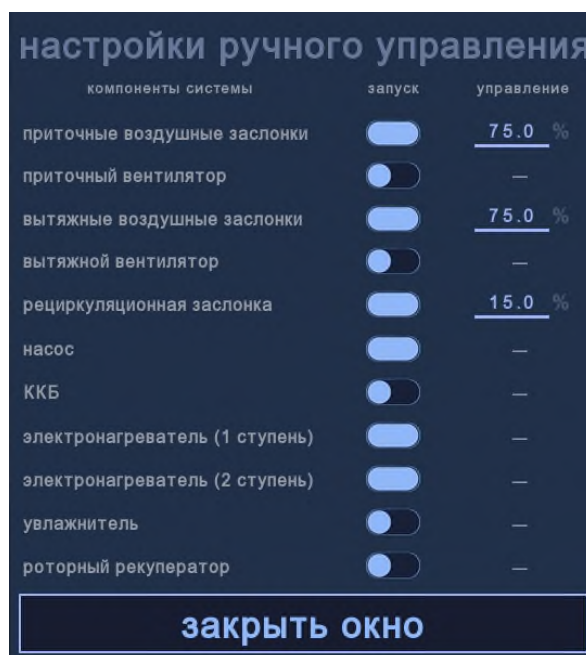

Рисунок 23 – Окно параметров «Ручное управление»
- *Ручное управление* – в данном окне (рисунок 23) в ручном режиме путём нажатия на выбранную кнопку  можно принудительно запустить тот или иной компонент системы. Однако, в случае системных аварий, включение не произойдёт. Пуск вентилятора возможен только при открытых заслонках. Пуск каждой ступени ЭКС возможен только при запущенной предыдущей ступени. В зависимости от системы, можно также запустить рекуператор, насос (при летнем и при зимнем сезоне работы), компрессорно-конденсаторный блок, увлажнитель, резервные воздушные заслонки и резервные вентиляторы, бактерицидную секцию (УФ-лампу) и так далее. Помимо этого, для некоторых компонентов системы есть возможность ручного аналогового управления, например, задать процент открытия воздушных заслонок. Параметры ручного управления доступны после подтверждения выполнения операции (рисунок 20). Использовать данную функцию необходимо только для проведения пуско-наладочных работ. При использовании ручного управления во время полноценной работы системы с компании-изготовителя снимаются все возможные гарантийные обязательства.